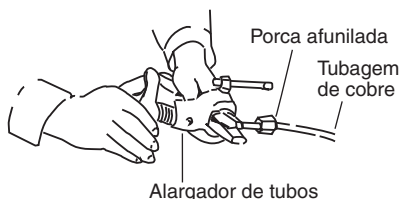

Fig. 5-3
- (3) Retire a porca afunilada da unidade e certifique-se de montá-la no tubo de cobre.
- (4) Faça um afunilamento na ponta do tubo de cobre com um alargador de tubos. (Fig. 5-3)